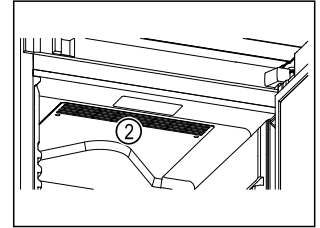

Fig. 68
- ❑ Не закрывайте вентиляционную щель Fig. 68 (2) вентилятора циркуляционного воздуха во внутренней камере.